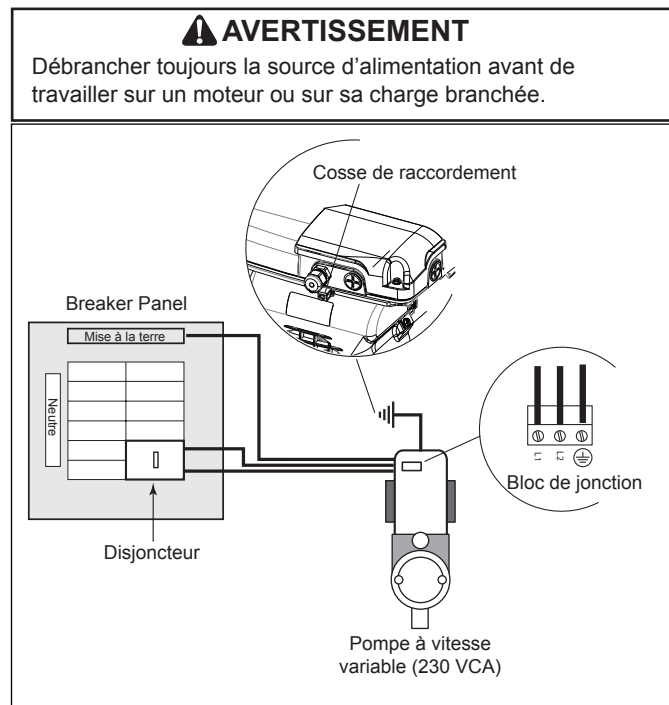

Figure 3. Raccordement du moteur
- La liaison doit être effectuée à l'aide d'un fil conducteur en cuivre massif de calibre 8 AWG ou plus. Au Canada, un fil de calibre 6 AWG ou plus doit être utilisé. Raccorder le moteur à l'aide de la cosse externe fournie sur le moteur (Voir Figure 3).